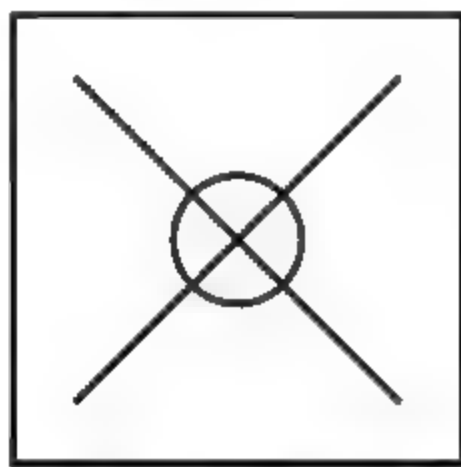

图4-136 绘制圆形
**04** 调用C【圆】命令，捕捉对角线的交点为圆心，绘制半径为1的圆，如图4-136所示。